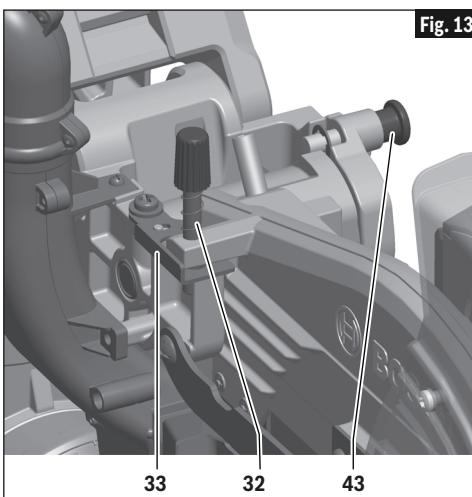

Fig. 13
- Cuando haga cortes de profundidad completa normales, empuje la placa del tope de profundidad **33** hacia dentro, hacia el cabezal de la sierra (vea la Fig. 13). Esto permitirá que el tornillo del tope de profundidad **32** pase a través del agujero de la placa.